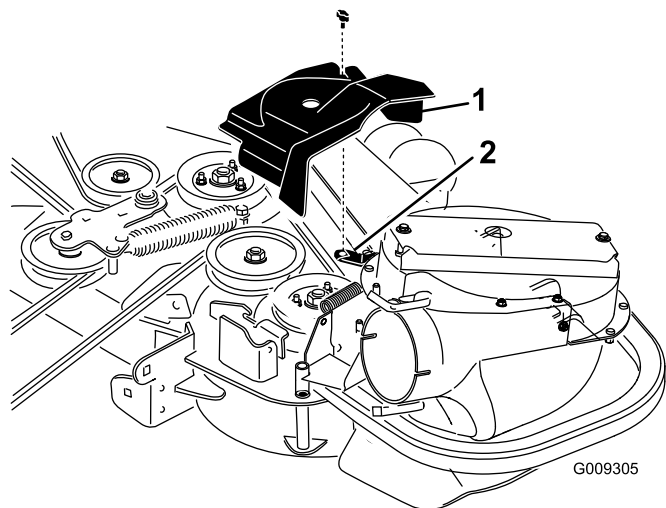
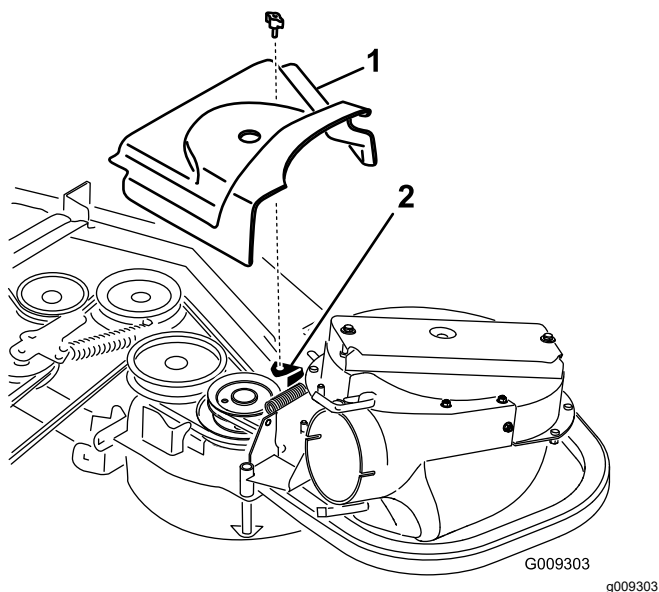

Figura 30
Figura 31
2. Instale la nueva cubierta de la correa de manera que las muescas de cada lado pasen por encima de los soportes de la cubierta de la correa, y enganche el cierre (Figura 30 o Figura 31).